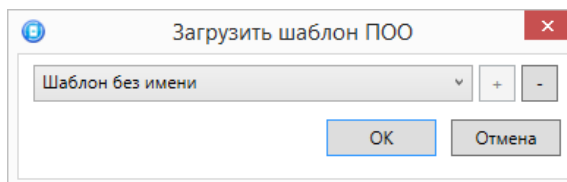

Рисунок 4.46 — Окно *Загрузить шаблон ПОО*
- *Загрузить шаблон настроек:* открытие окна *Загрузить шаблон ПОО* (см. рисунок 4.46), с помощью которого может быть сконфигурирован контроллер по предварительно созданному шаблону. Для того чтобы применить шаблон, выберите его в списке и нажмите кнопку *ОК*. Для того чтобы удалить один из сохраненных шаблонов, выберите его в списке и нажмите кнопку *Удалить*.